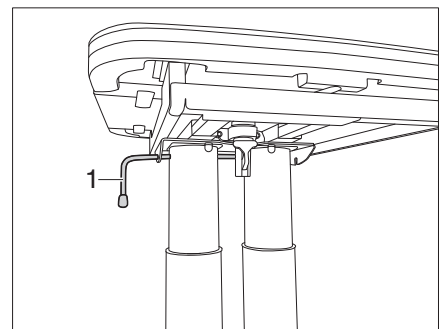

Fig. 109 Verrouiller la table
- Basculer le levier de verrouillage (Fig. 109,1) vers la droite. La table à hauteur réglable est verrouillée.
- Desserrer le levier de verrouillage (Fig. 109,1).
- Basculer le levier de verrouillage (Fig. 109,1) vers la gauche. Le verrouillage est ouvert.